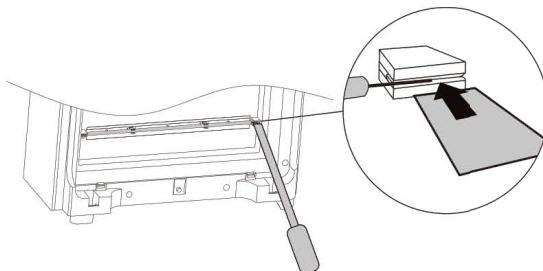

Рис. 11
- плоской отверткой аккуратно разожмите каждый клеммы питания УФ-лампы и осторожно вытяните разъем лампы из клеммы (рис. 11)